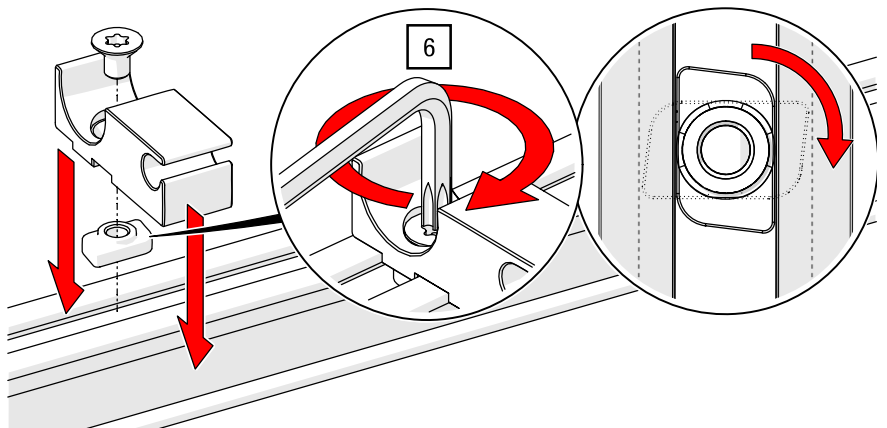

Abb. 92: Obenliegende Seilführung – Seilführung gerade montieren
6. Positionieren Sie jeweils eine der geraden Seilführungen in der Nähe der Abhängungen, verteilen Sie den Rest am verbleibenden geraden Schienenteil (herausstehende Seite an Gegenseite der Seilklemmung) und schrauben Sie diesen mit einem TORX®-Schlüssel T40 und 27 Nm an (siehe Abb. 92).